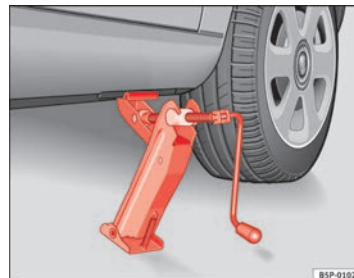

Fig. 182 Mise en place du cric
- Positionnez le cric de sorte que son crochet entoure la nervure du bas de caisse et que la base mobile soit appuyée bien à plat sur le sol ⇒ fig. 182.